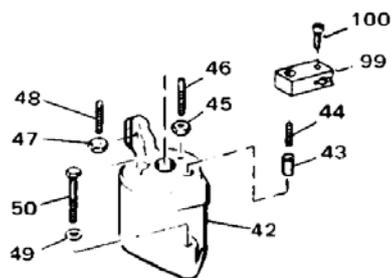

Abbildung 3-3. Explosionsdarstellung des Drehzahlverstellzylinders
4. Anschlagschraube, Teil 48, Abb. 3-3, soweit herausdrehen, daß der Drehzahlverstellkolben frei geht. (Faustregel: Schraube sollte ca. 12 mm aus dem Drehzahlverstellzylinder herausragen.)
Die Ventilbetätigung, Teil 44, Abb. 3-3, darf bei der höchsten Drehzahl das Ventil zur Begrenzung der maximalen Drehzahl, Teil 43, weder berühren noch öffnen.
8. Den höchsten Steuerluftdruck einstellen und warten, bis sich die Drehzahl stabilisiert hat. Die Ventilbetätigung, Teil 44, Abb. 3-3, nun im Uhrzeigersinn verdrehen, bis die Drehzahl gerade eben beginnt abzufallen. Dann von dieser Stellung aus $1/4$ - $1/2$ Umdrehung zurückdrehen, und - falls Kontermutter vorhanden - kontern. Diese Einstellung verhindert, daß der Drehzahlverstellkolben aus irgend einem Grund über die Stellung für höchste Drehzahl hinausgehen kann.
10. Anschlagschraube, Teil 48, Abb. 3-3, hineindrehen, bis sie gerade eben den Drehzahlverstellkolben berührt; dann drei volle Umdrehungen (2,4 mm) zurück und mit Mutter, Teil 47, kontern.